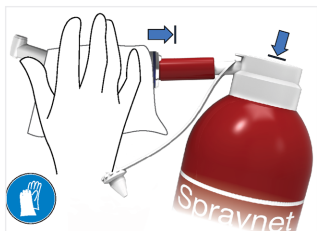

FIG. 5
5. Después de seleccionar la boquilla apropiada, rocíe el interior del dispositivo con Spraynet (FIG. 5).